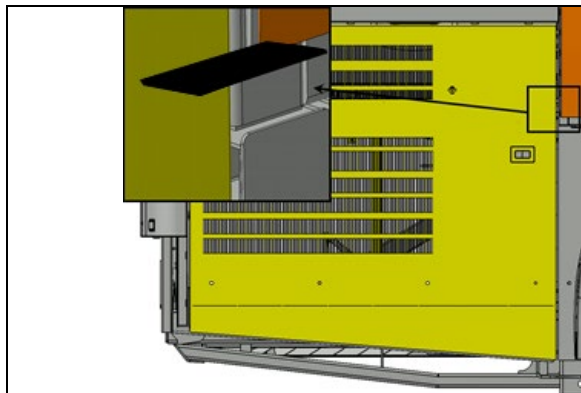

FIGURE 125: UTILISER UNE RÈGLE POUR VÉRIFIER SI LES SURFACES SONT AU MÊME NIVEAU
13. Ouvrir la porte et procéder au serrage final des éléments identifiés par les flèches (Figure 125:).